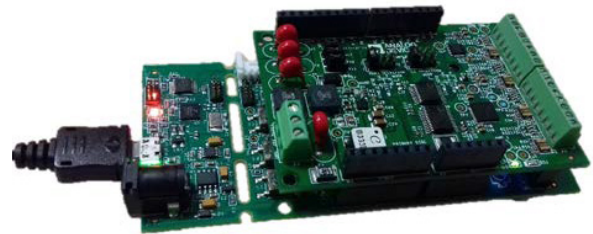

图13. 将EVAL-CN0414-ARDZ连接到EVAL-ADICUP3029
2. 将EVAL-CN0414-ARDZ评估板按图13所示的相同配置连接到EVAL-ADICUP3029。